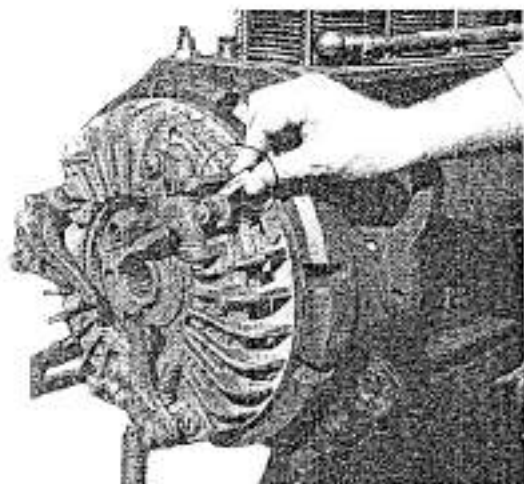

FIG. 50 - Mise en place des cales spéciales (épaisseur 5 mm)
- Avant de démonter l'embrayage en commençant par le volant, enfiler des petites cales spéciales (coins) comme l'indique la Fig. 50.